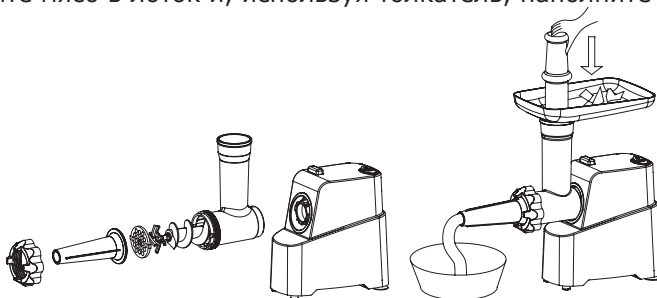

рис. 11
2. Зафиксируйте конструкцию с помощью фиксирующего кольца, как указано на рис. 11. Не затягивайте кольцо слишком туго.